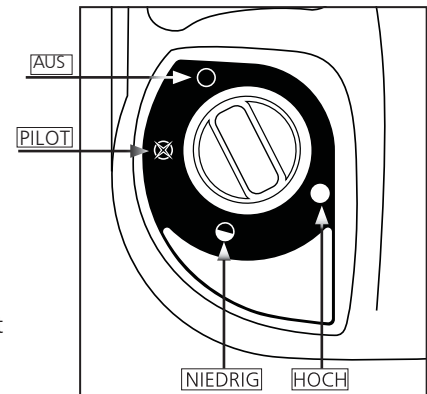
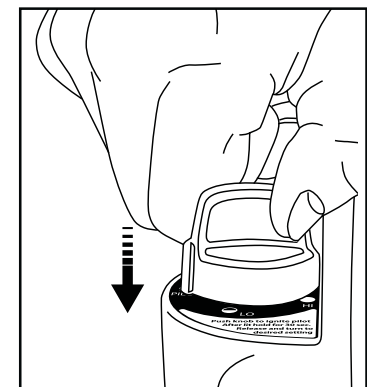

Abbildung 1: Control Knob
Abbildung 3: Zündung
- Vergewissern Sie sich, dass der  Bedienungsknopf in der „AUS“-Position ist: siehe Abbildung 1.
- Den Schalter entgegen dem Uhrzeigersinn auf die „PILOT“-Position drehen und zum Anzünden herunterdrücken; siehe Abbildung 1 und Abbildung 3.
- Nachdem die Brennliese hell orange ist, die Heizleistung mit dem Kontrollschalter auf die gewünschte Position („NIEDRIG“ oder HOCH“ einstellen). Abbildung 1.
Während Gebrauch, in regelmäßigen Abständen eine Sichtprüfung der Pilotflamme und des Brenners vornehmen. Die Pilotflamme muss blau (nicht gelb) sein und bis zum Thermoelement hin reichen. Die Flamme umzingelt das Thermoelement direkt unter der Spitze, siehe Abbildung 3.